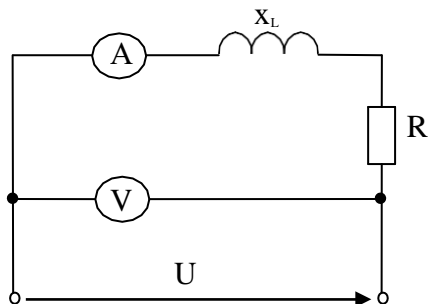

Рис. 2
22. Каковы сопротивления R и активная мощность P в цепи, показанной на рис. 2, если $x_L = 30$ Ом, амперметр показывает 4А, а вольтметр 200В?